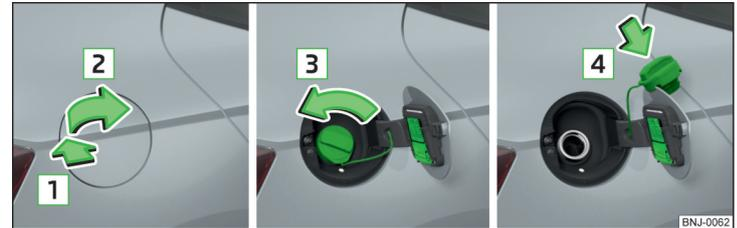

Abb. 164 Tankklappe aufklappen / Tankverschluss herausdrehen / Tankverschluss auf die Tankklappe stecken
Auf der Innenseite der Tankklappe ist der für Ihr Fahrzeug vorgeschriebene Kraftstoff angegeben » Abb. 164 auf Seite 152.
- Auf die Tankklappe in Pfeilrichtung **1** drücken » Abb. 164.